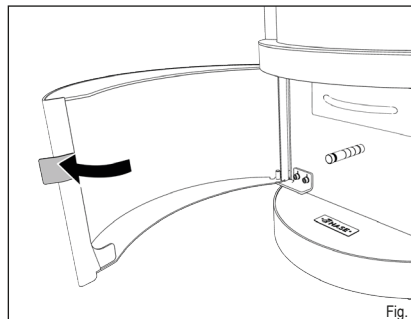

Fig. 6
- ▶ Ouvrez la porte de commande (Fig. 6).